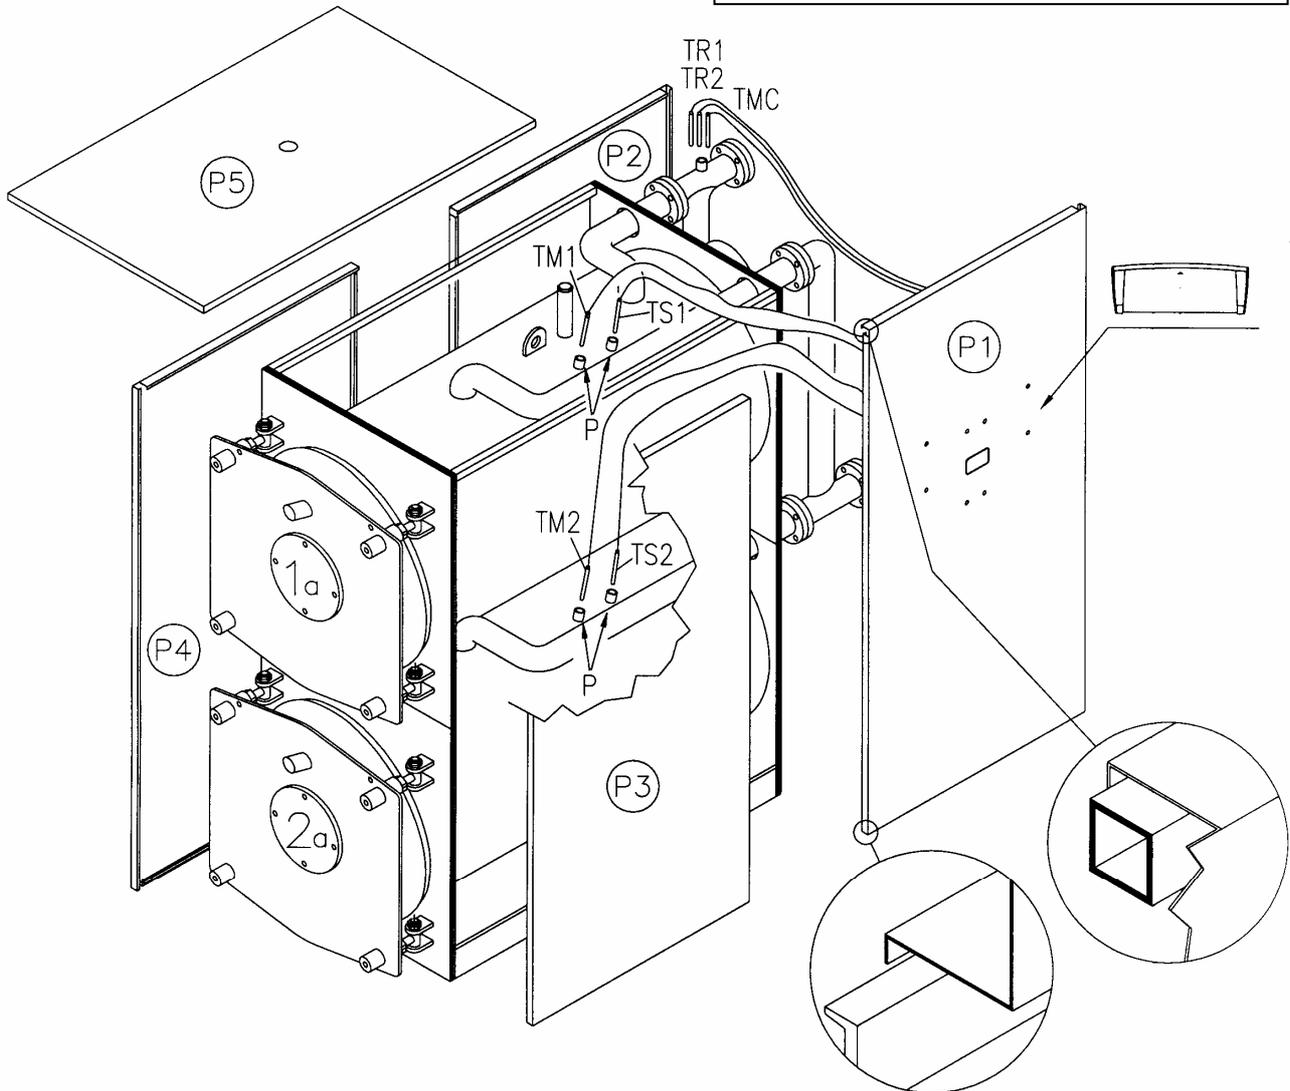

Fig. 10
4.4 REVESTIMIENTOS CALDERA REX DUAL 14÷70 (Fig. 10)
- Envolver los cuerpos de la caldera con la lana de vidrio, dejando a la vista las vainas porta bulbos (P) situadas en el lado derecho.